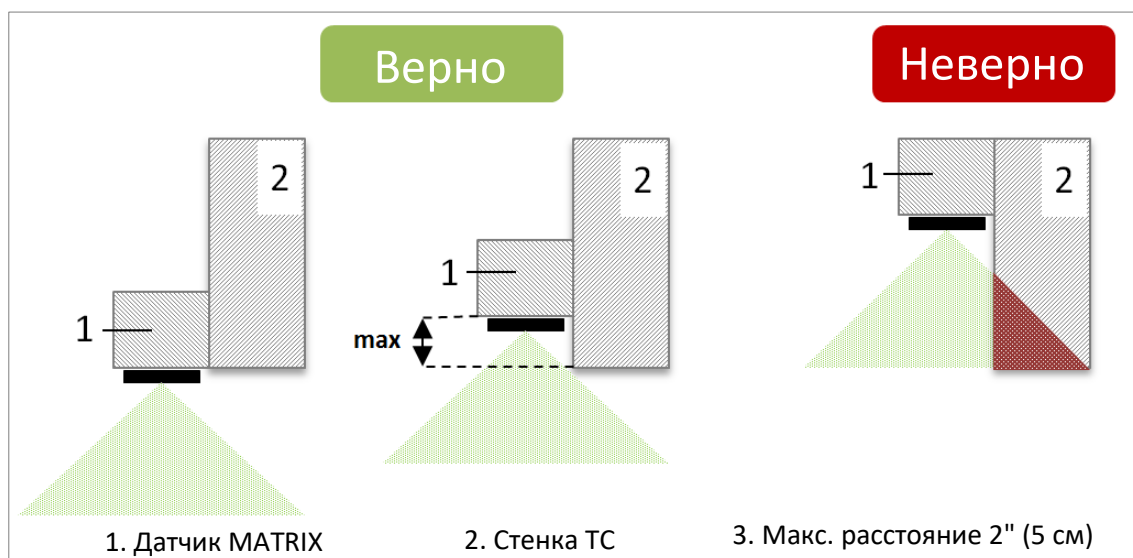

Рис. 4: Максимальное расстояние до края стенки салона
- При данном варианте монтажа датчик должен размещаться **не более чем на 5 см** выше нижнего края стенки салона, рис. 4.